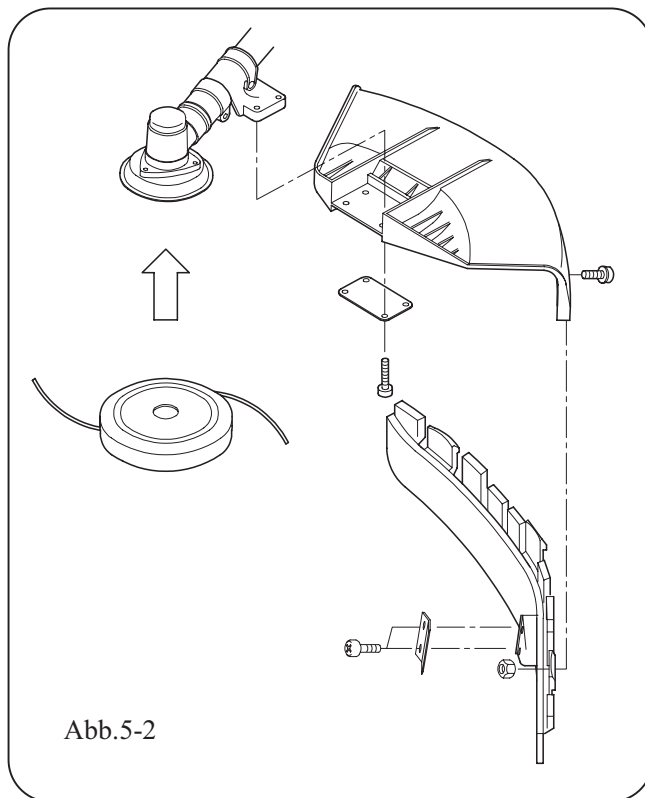

Abb.5-2
2. Aus Sicherheitsgründen muß das Gerät unbedingt mit der korrekten Schutzvorrichtung versehen werden, wenn ein Nylonschnurkopf montiert wird (Abb. 5-2)